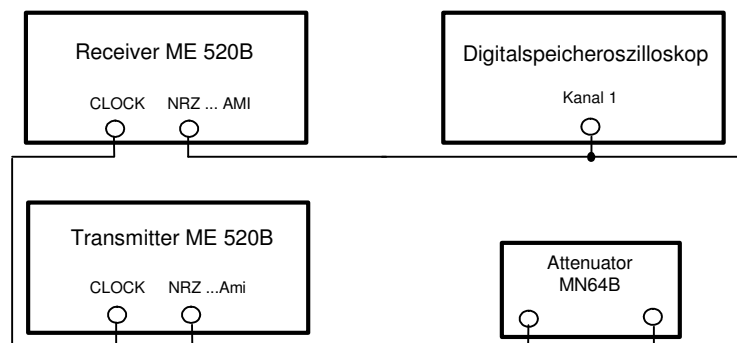

Bild 5: Versuchsaufbau zu Aufgabe 4.3.1.
- Verbinden Sie die Geräte nach Bild 5. Beachten Sie dabei die Hinweise in der Arbeitsplatzanleitung.
- Da AMI und HDB3 genügend Taktinformation liefern, ist die in Bild 5 eingezeichnete (ungedämpfte) Taktleitung für diese Codearten unwirksam.